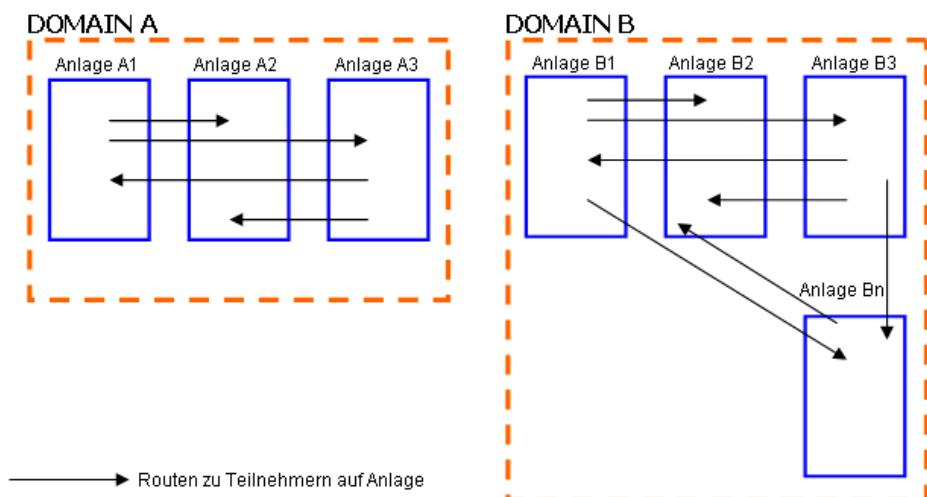

Figure 99: Domain-, Anlagen- und Routing-Konzept
- 4)** Klicken Sie auf Backup, um die Parameter für diese Backup-Prozedur zu vereinbaren (siehe Bild 99). Weitere Informationen und Anleitungen finden Sie in der Online-Hilfe.